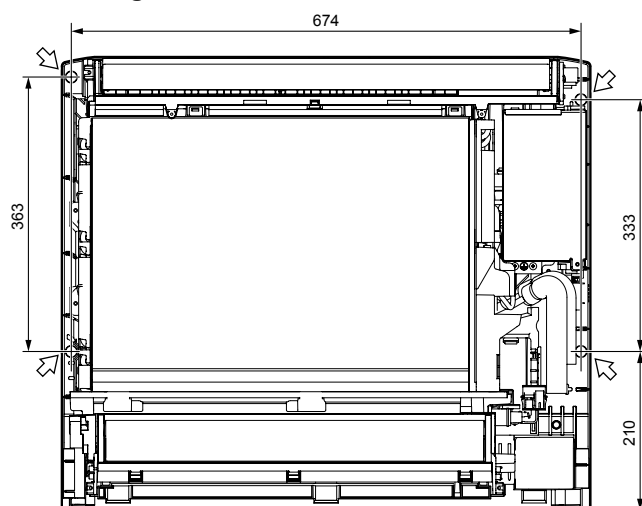

Fig. 3-5
3.3. Instalação da unidade interior (Fig. 3-5)